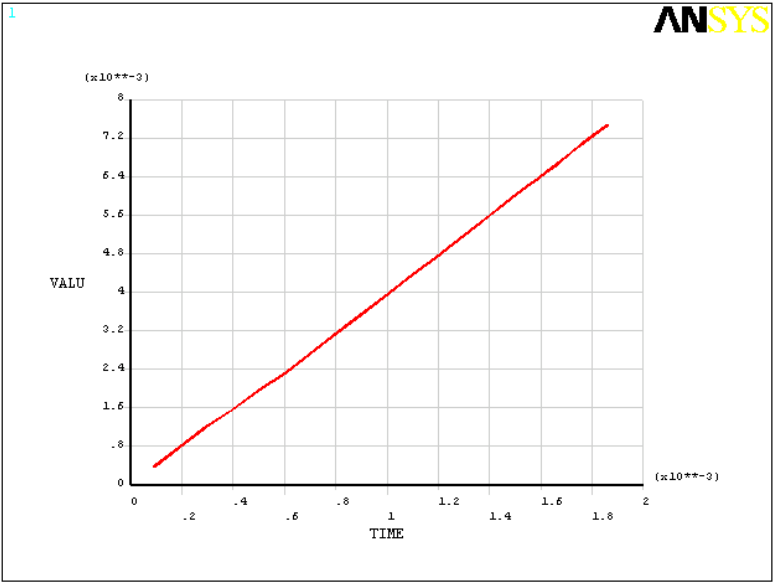

图7.23 ALPHA与UY\_3的关系曲线
(2) 在【Variable List】列表框中，选中变量【UY\_3】变量中【X-Axis】列的单选按钮；接着选中【alpha】变量，并单击按钮，将得到如图 7.23 所示的关系曲线。可以看出坐标轴标签并没有改变，下面的操作将修改坐标轴标签。